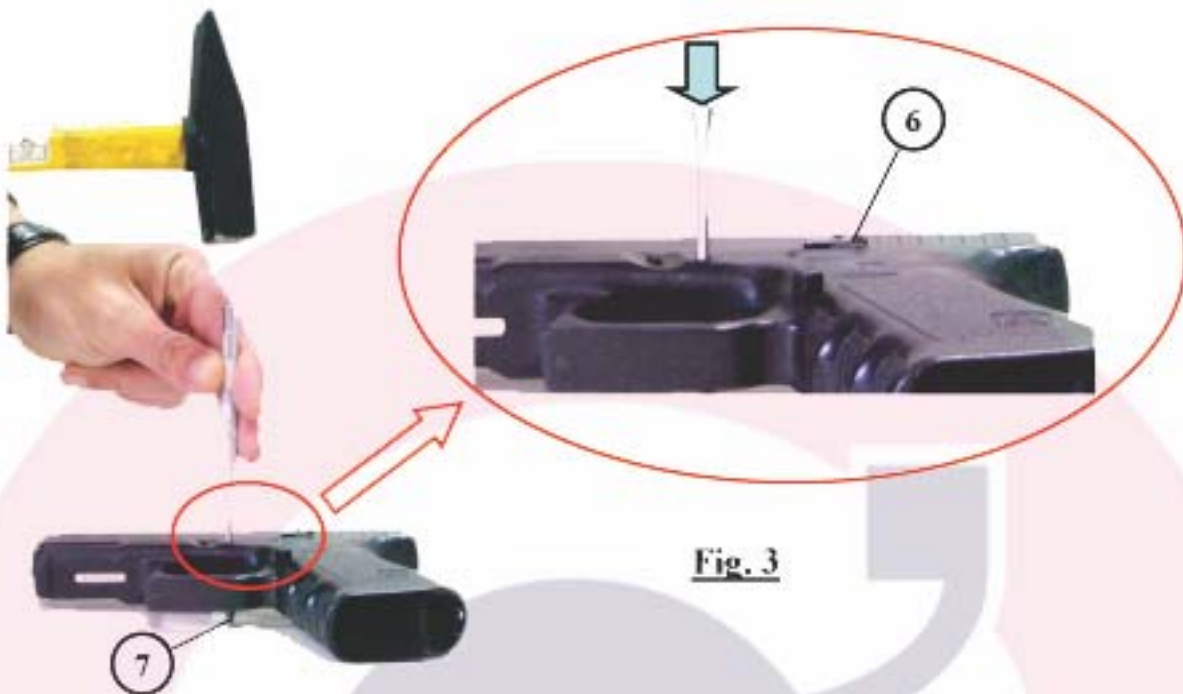

Fig. 3
Paso 2.º Coloque su Glock sobre el lado derecho de tal forma que la palanca de bloqueo de la corredera (6) mire hacia arriba. Usando un botador de 3mm empuje ligeramente el pasador del gatillo (7) hasta dejar la mitad fuera (Fig. 3)